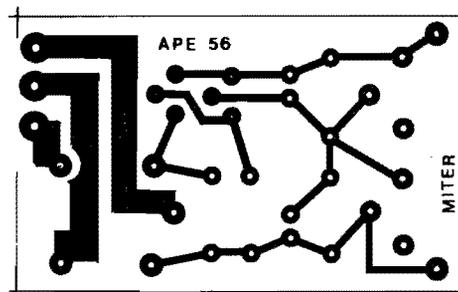

Fig.3
- **FIG. 3 - LAY OUT DO CIRCUITO IMPRESSO ESPECÍFICO** - Propositamente (como se trata de uma aplicação nitidamente "industrial"...), evitamos "excesso de miniaturização", de forma a enfatizar a robustez e a facilidade de eventual manutenção ou adaptação... Não faria nenhum sentido, para as funções pretendidas, uma montagem super-hiper-miniaturizada, para ser instalada junto a um maquinário do tamanho de um carro, e pesando centenas de quilos... De todo modo, nem por isso "leiautamos" o padrão de ilhas e pistas de forma exageradamente ampla, procurando uma compactação que atende apenas à praticidade e a uma certa "elegância" de instalação... A figura, em escala 1:1 (tamanho natural) mostra, em negro, as áreas cobreadas, devendo o Leitor observar que as pistas necessárias aos caminhos de alta Corrente (entre os contatos de utilização do relé incorporado, e os terminais de Saida do MITER...) são obrigatoriamente mais "taludas", justamente devido ao regime de Potência relativamente "bravo"